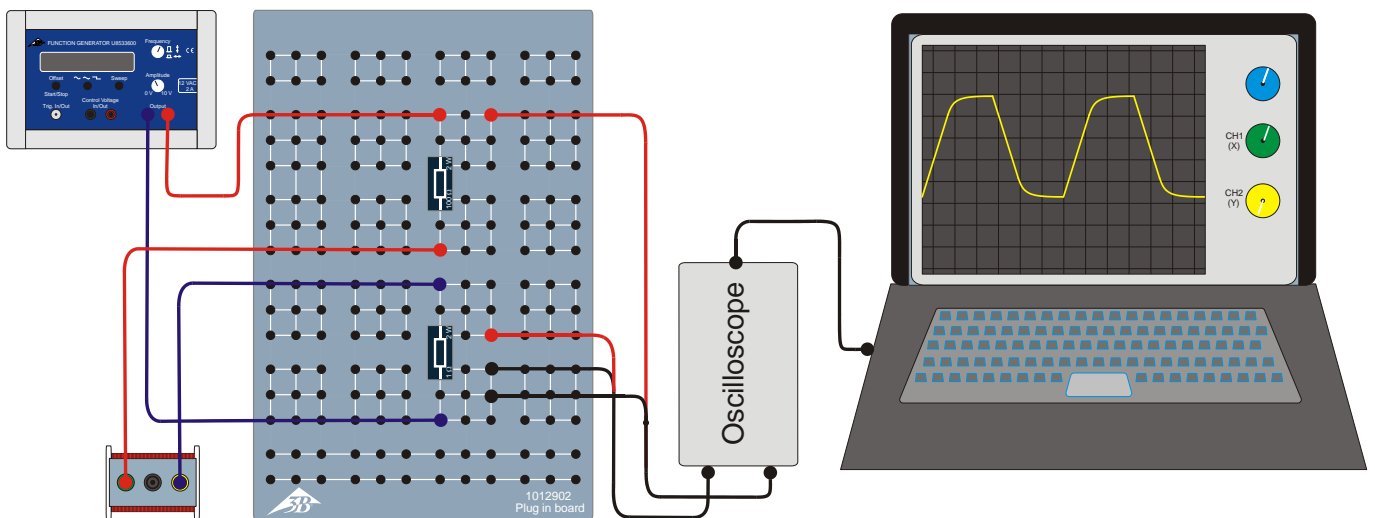

Fig. 2: Rappresentazione della disposizione per la misurazione
- Eseguire la disposizione per la misurazione secondo Fig. 2.
- Inserire una delle bobine con 1200 spire / 23 mH e resistenza di misura  $R_m = 1 \Omega$  nella scheda come illustrato nella Fig. 2 e 3. Al posto di una resistenza di prova  $R_R$  inserire prima un connettore a nastro.